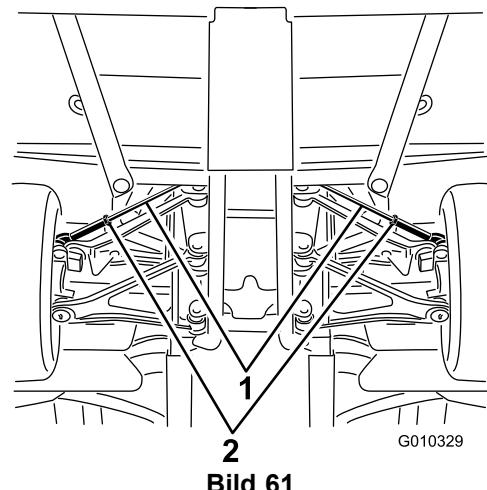

Bild 61
- A. Lösen Sie die Klemmmutter in der Mitte der Zugstange (Bild 61).